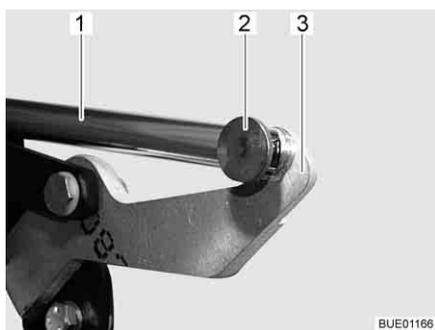

Fig. 82 Accionamiento
- Desmontar la unión (p. ej. la clavija hendida y el perno) (Fig. 82,2) entre la biela (Fig. 82,1) y la palanca (Fig. 82,3).